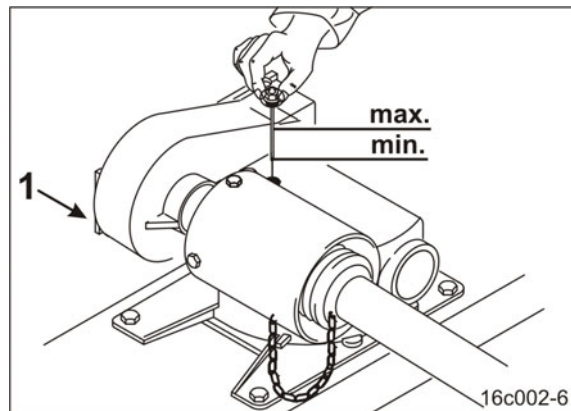

Fig. 178
2. Soltar el tornillo de purga de aceite (Fig. 178/1).